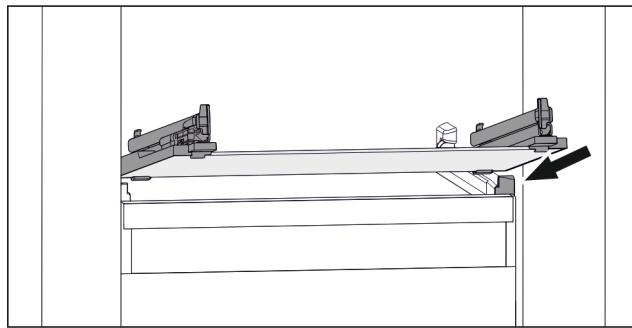

Fig. 99 Примерное отображение стеклянной пластины
- Наклоняя вниз, установите стеклянную пластину за стопоры. (см. Fig. 99)